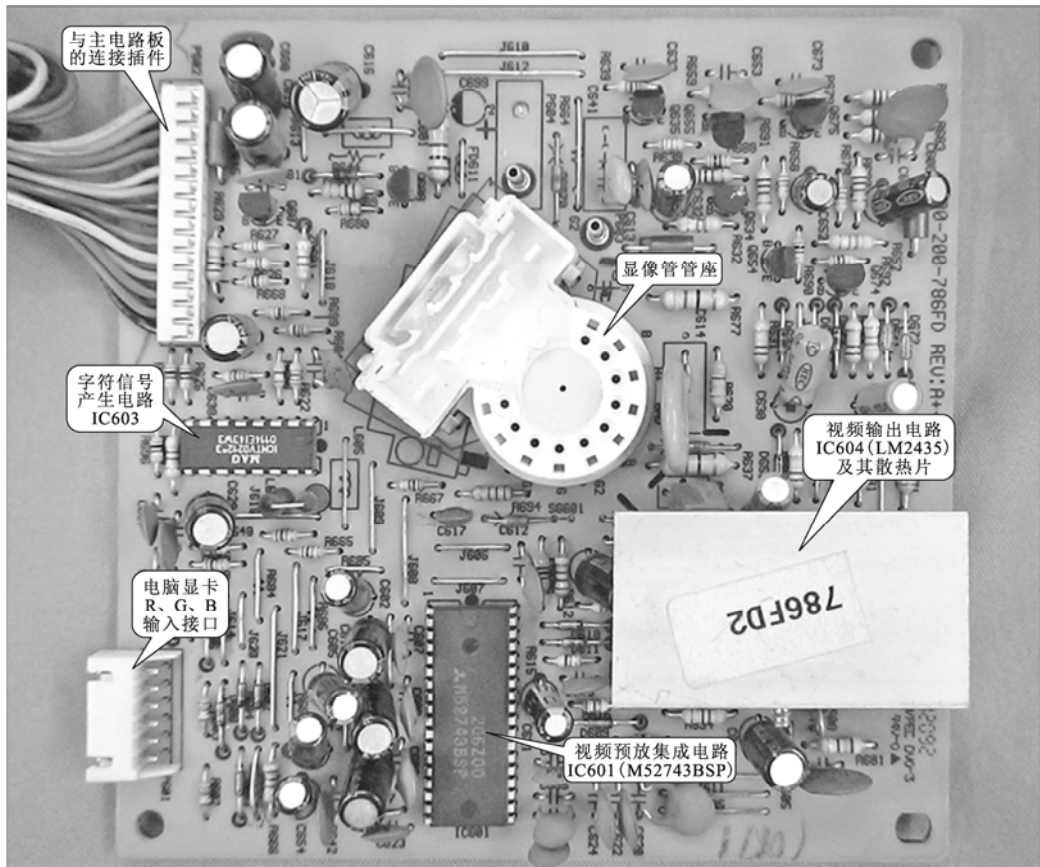
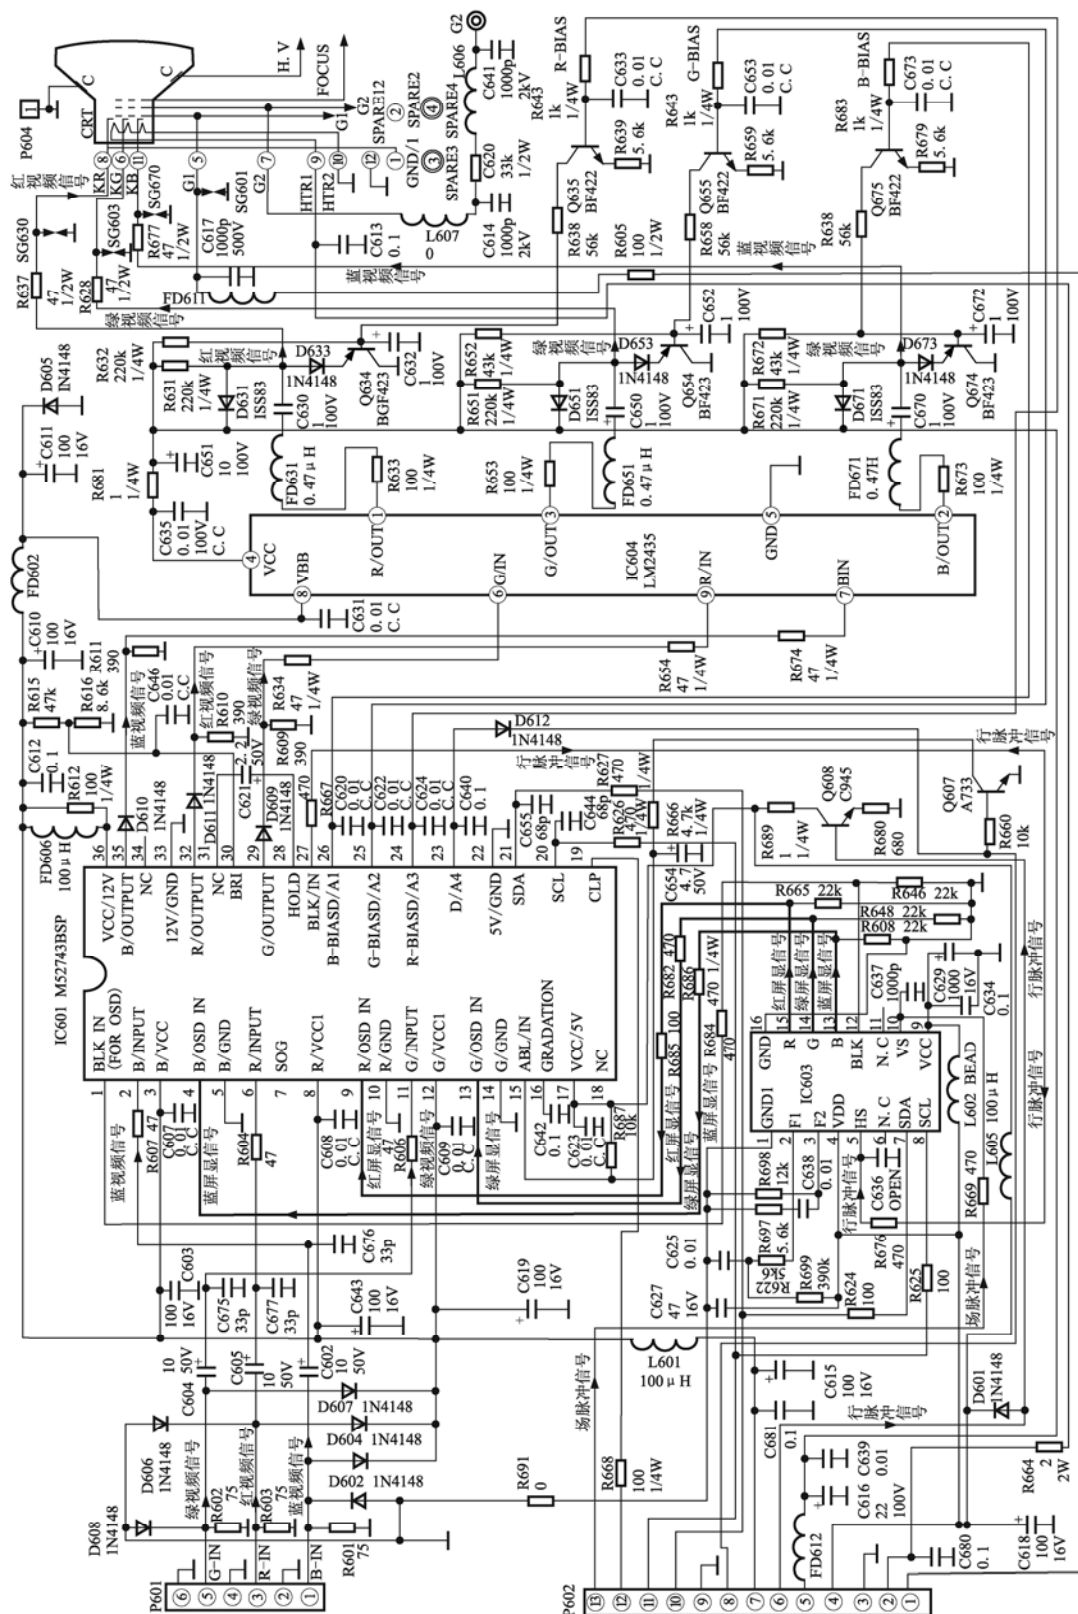

图 2-50 视频信号处理电路板的结构图
图 2-51 采用 M52743BSP 视频预放集成电路的视频信号处理电路
显示器出现缺色、色偏、图像不良、亮度低、字符无显示等故障时，多是由视频信号处理电路部分的故障引起的。R、G、B 信号电路为该部分的检测重点。图 2-50 和图 2-51 分别为采用 M52743BSP 视频预放集成电路的视频信号处理电路板的结构和原理图。由图可知，该部分主要由视频预放电路 IC601（M52743BSP）、视频输出电路 IC604（LM2435T）和字符产生电路 IC603 等组成。
由如图 2-51 所示可知，LG775FT 显示器视频处理电路的信号流程为：由显卡送来的 R、G、B 三路模拟信号经连接器 P601 的③、⑤、①脚输入到视频信号处理电路板，再经 75  $\Omega$  匹配电阻 R603、R602、R601 匹配后，送到视频信号处理集成电路 IC601 (M52743BSP) 的输入端。R 信号经 C677、R604 送到集成电路 IC601 的⑥脚，G 信号经 C675、R606 送到 IC601 的⑪脚，B 信号经 C676、R607 送到 IC601 的①脚。输入的 R、G、B 视频信号在集成电路中进行放大（被称为预放）。放大以后，R、G、B 信号与⑨、⑬、④脚送来的字符显示信号在集成电路内进行混合/切换，再分别由 M52743BSP 的⑩、⑲、⑳脚输出。
⑨	R/OSD IN	红屏显信号输入	㉑	BLK/IN	消隐脉冲信号输入
⑩	R/GND	接地（1）	㉒	HOLD	同步调整控制
⑪	G/INPUT	绿基色信号输入	㉓	G/OUTPUT	绿基色信号输出
⑫	G/VCC1	电源+12V	㉔	BRI	亮度信号控制
⑬	G/OSD IN	蓝屏显信号输入	㉕	NC	空脚
⑭	G/GND	接地（1）	㉖	R/OUTPUT	红基色信号输出
⑮	ABL/IN	自动射束电流限制信号输入	㉗	12V/GND	接地（2）
⑯	GRADATION	对比度调整	㉘	NC	空脚
⑰	VCC/5V	电源+5V	㉙	B/OUTPUT	蓝基色信号输出
⑱	NC	空脚	㉚	VCC/12V	电源+12V
参照图 2-51 和表 2-5 可知，集成电路 M52743BSP 的⑥、⑪、②号引脚分别接收由显卡送来的 R、G、B 的信号。